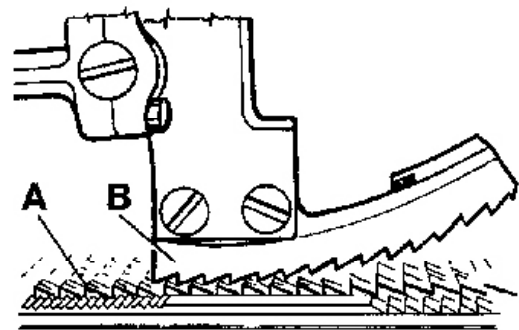

Fig. 17
Simultaneously the upper feed dog (B, Fig. 17) should be positioned so that the tips of its teeth engage with the tooth spaces of the lower feed dog (A), without contacting it. When the lower feed dog (A) is in its highest and the upper feed dog (B) in its lowest point of travel, there must be a small gap between both feed dogs. The feed travel of the upper and the lower feed dog should be synchronous.
Gleichzeitig muß der Obertransporteur (B, Fig. 17) so positioniert sein, daß die Spitzen seiner Zähne in die Zahnlücken des unteren Transporteurs (A) eingreifen, ohne diesen zu berühren. Wenn der untere Transporteur (A) in der höchsten und der Obertransporteur (B) in der untersten Stellung seiner Bewegung ist, muß zwischen beiden Transporteuren ein Luftspalt sein. Der Transportweg von oberem und unterem Transporteur soll gleich (synchron) sein.